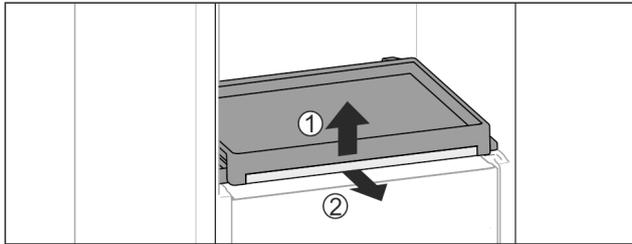

Fig. 39
- Sortir la bordure télescopique avec la tablette : Soulever légèrement la tablette par l'avant Fig. 39 (1) et la sortir vers l'avant Fig. 39 (2).